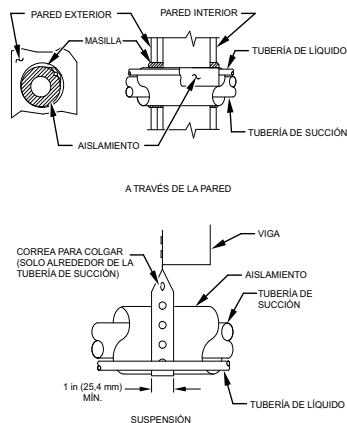

Fig. 1 – Instalación de la tubería de conexión
6. Cuando tienda los tubos de refrigerante a través de la pared, selle la abertura con RTV u otro tipo de masilla de silicona flexible (consulte la Fig. 1).
8. No suspenda las tuberías de refrigerante en vigas ni travesaños con un cable o correa rígidos, en contacto directo con las tuberías (consulte la Fig. 1).
10. Si es necesario, use correas para colgar, que son de 1 in (25 mm) de ancho y se adaptan a la forma del aislamiento de la tubería (consulte la Fig. 1).